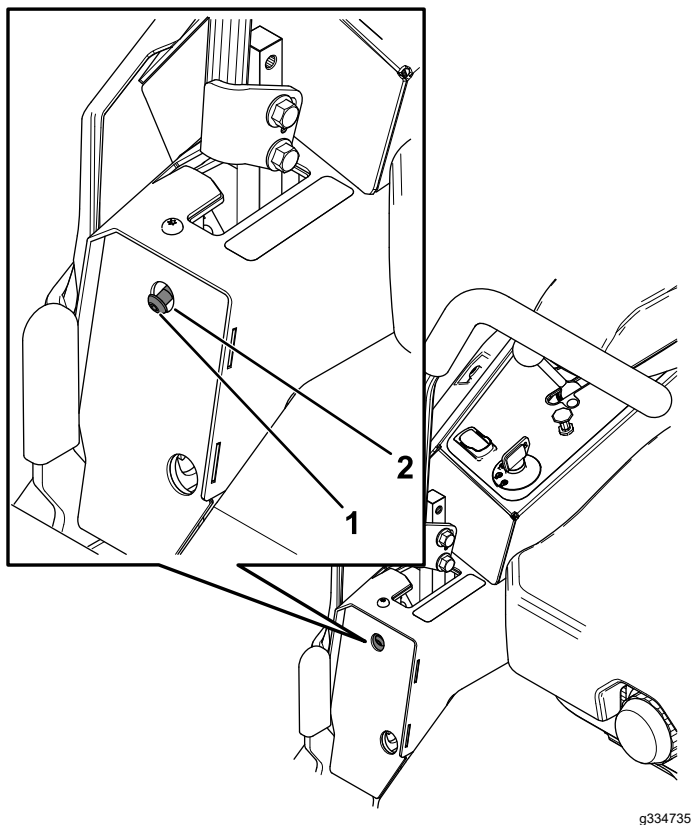

Bild 55
6. Wenn die Maschine nach rechts zieht, stecken Sie einen Sechskantschraubenschlüssel durch das Zugangsloch in der Abdeckungsplatte vorne links und drehen Sie die Spurweitschraube nach rechts oder nach links, um das Spiel des Hebels einzustellen (Bild 55).
7. Wenn die Maschine nach links zieht, stecken Sie einen Sechskantschraubenschlüssel durch das Zugangsloch in der Abdeckungsplatte vorne rechts und drehen Sie die Spurweitschraube nach rechts oder nach links, um das Spiel des Hebels einzustellen (Bild 55).